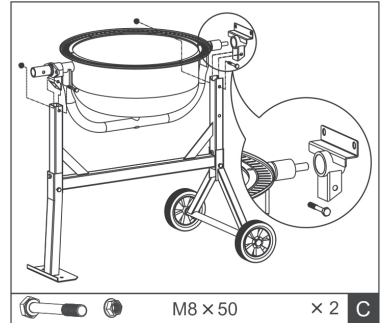

Abb.7
4. Schieben Sie das Lager auf die Welle der Trommel und sichern Sie es mit dem Spiralring. Setzen Sie (zu zweit) den unteren Teil der Trommel in den Trommelrahmen. Das längere Ende der Welle zeigt dabei in Richtung Standfuß. Befestigen Sie die Trommel an beiden Seiten mit jeweils einer M8x50 Schraube und Mutter (C). Ziehen Sie die Schraubverbindungen fest. Siehe Abb. 7.